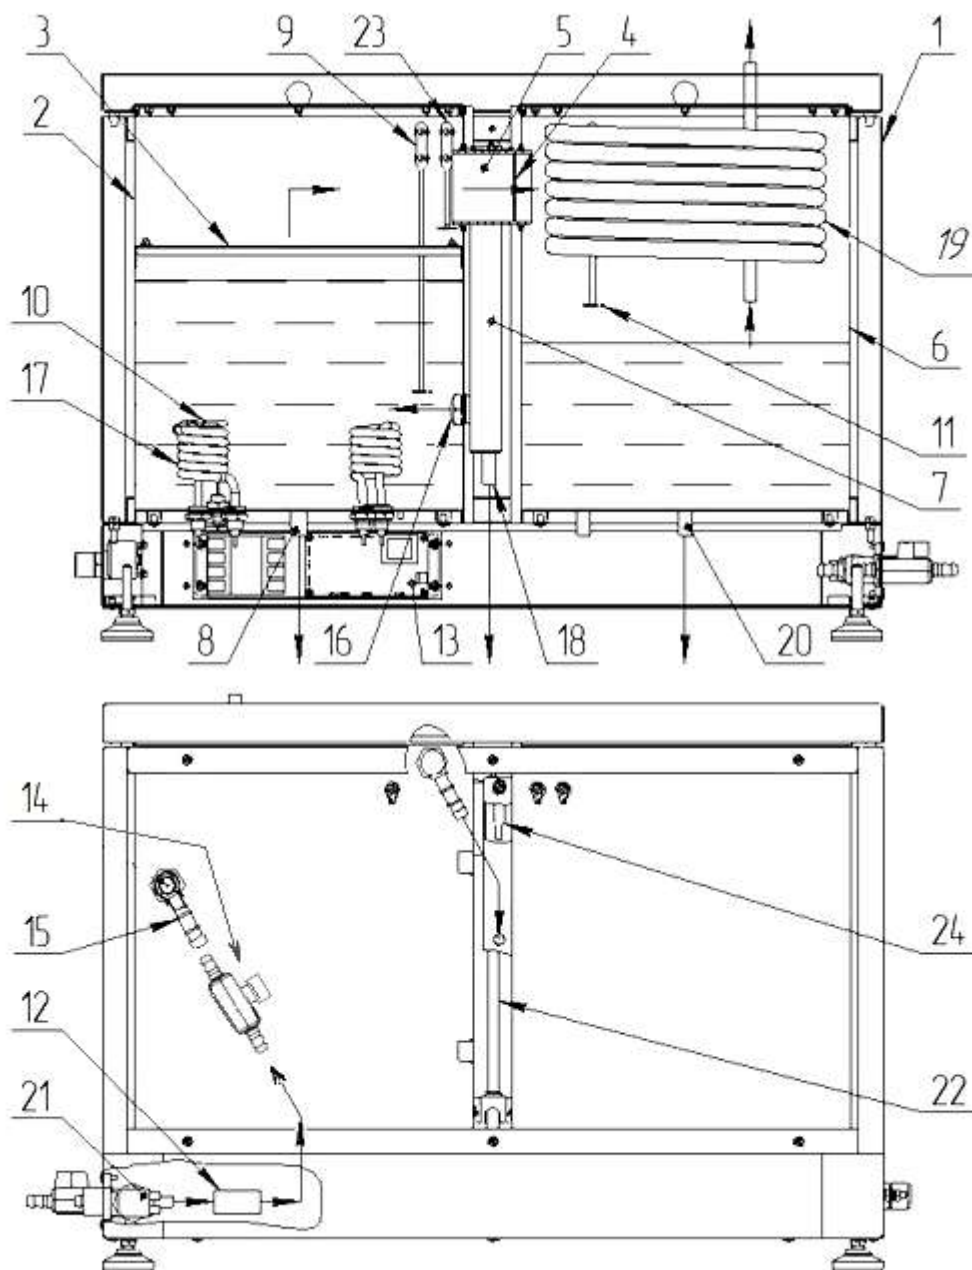
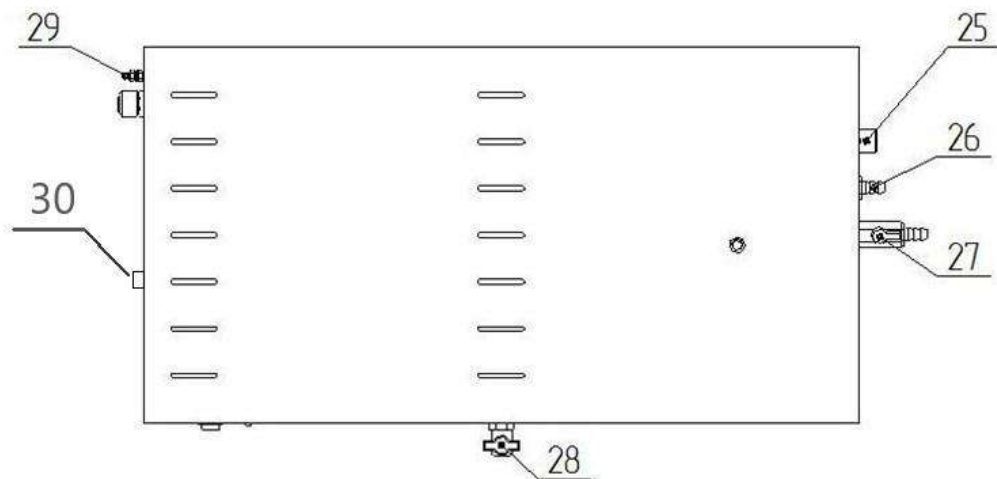

Рисунок 1. Устройство аквадистилляторов электрических Liston A 1104, Liston A 1110, Liston A 1125, где:
Рисунок 2. Схема подключения к штуцерам и клемме заземления аквадистилляторов электрических Liston A 1104, Liston A 1110, Liston A 1125, где:
Компоненты электрической схемы поз.13 (Рисунок 1) расположены в нижней части основания. На переднюю панель основания аквадистиллятора слева направо выведены сигнальные лампы с обозначениями «СЕТЬ», «ПОДАЧА ИСХОДНОЙ ВОДЫ», «ДОСТАТОЧНЫЙ УРОВЕНЬ ВОДЫ В ИСПАРИТЕЛЕ», «НАГРЕВ», «ПОЛНЫЙ НАКОПИТЕЛЬ», «АВАРИЯ».
срабатывание клапана поз.21 подачи исходной воды (Рисунок 1) - загорается сигнальная лампа «ПОДАЧА ИСХОДНОЙ ВОДЫ». Как только уровень воды в испарителе достигнет нижнего датчика контроля уровня в испарителе поз. 9, загорается сигнальная лампа «ДОСТАТОЧНЫЙ УРОВЕНЬ ВОДЫ В ИСПАРИТЕЛЕ», далее автоматика включает нагревательные элементы поз.17, при этом загорается сигнальная лампа «НАГРЕВ».
4.2.1.5. Дистиллированную воду можно получать в непрерывном режиме, не используя Сборник поз.6, отбирая дистиллят через Сливной кран поз.28 (Рисунок 2) на передней панели в другие емкости.
4.2.2.3. При достижении уровнем воды в Испарителе поз.2 (Рисунок 1) Нижнего датчика поз.9 (контакт LOW на Рисунке 3, Рисунке 4), срабатывает магнитный пускатель КМ 1.1 и подключает напряжение к электронагревателям EK.
4.2.2.6. При наполнении сборника дистиллята до Датчика уровня поз.11 (Рисунок 1) (контакт HIGH на Рисунке 3, Рисунке 4), автоматика отключает нагрев воды и перекрывает Входной клапан подачи воды Y1. При сливе дистиллята из накопителя автоматика вновь открывает входной клапан Y1 и включает нагрев воды.
4.2.2.7. При переливе воды в Испарителе поз.2 (Рисунок 1) или Уравнителе поз.7, уровень воды достигает верхнего датчика контроля уровня в Испарителе поз.23 и датчика контроля уровня в Уравнителе поз.24 (контакт ALARM на Рисунке 3, Рисунке 4) автоматика отключает нагреватели EK и входной клапан Y1, при этом загорается красная сигнальная лампа «АВАРИЯ». Для продолжения работы необходимо выключить сетевой выключатель S1 (Сеть), устранить причину перелива и включить повторно тумблер S1 (Сеть).
тра Клапана поз.25 (Рисунок 2) и для удобной регулировки и контроля давления в системе подачи воды.
6.11. Присоединить штуцер ДУ8 (для аквадистиллятора Liston A 1104) с наружной резьбой 1/2", либо ДУ12 (для аквадистилляторов Liston A 1110 и Liston A 1125) с наружной резьбой 1/2" через уплотнительную ленту к Крану поз.28 (Рисунок 2). Подсоединить силиконовую трубку к штуцеру и закрепить пластиковой стяжкой.
6.12. Присоединить штуцер ДУ8 (для аквадистиллятора Liston A 1104) с наружной резьбой 1/2", либо ДУ12 (для аквадистилляторов Liston A 1110 и Liston A 1125) с наружной резьбой 1/2" через уплотнительную ленту к Крану поз.27 (Рисунок 2)
Подключить шланги слива, один к Штуцеру 26- сливу охлаждающей воды (Рисунок 2), второй к Крану-штуцеру поз.27 - сливу отработанной воды из испарителя. Соединения шлангов со штуцерами стянуть хомутами, входящими в комплект поставки.
(ВАЖНО: Шланг слива охлаждающей воды из Штуцера поз.26 (Рисунок 2) должен располагаться под уклоном и на нем не должно быть вертикальных изгибов. Шланг не должен упираться во внутреннюю стенку сливной трубы. При необходимости можно укоротить длину шланга. Перепад высот между штуцером поз.26 и местом подключения к сливу воды должен быть не менее 0,1-0,2 м. Если не выполнить данные требования по установке слива, уровень воды в Испарителе поз.2 (Рисунок 1) и Уравнителе поз.7 может начать повышаться, а при достижении Верхнего датчика контроля уровня поз.23 или Датчика контроля уровня поз.24, автоматика выключит дистиллятор, при этом загорится красная сигнальная лампа «АВАРИЯ».)
6.14. Подключить наливной шланг к Штуцеру поз.25 (Рисунок 2)
6.16. Проверить, что нижний Датчик контроля уровня поз.9 (Рисунок 1) не касается стенок Испарителя поз.2 и Рассекателя потока пара поз.3. В противном случае электронагреватели начнут работать в отсутствие достаточного уровня воды. При этом произойдет аварийное выключение дистиллятора из-за повышения температуры электронагревателей выше 150°C.
6.17. Проверить, что Датчик уровня дистиллята поз.11 (Рисунок 1) не касается стенок Конденсатора поз.6 и Теплообменника поз.19. В противном случае автоматика будет считать что сборник наполнен дистиллятом, автоматика отключит нагрев воды и перекроет входной клапан подачи воды.
6.18. Проверить, что Датчики поз.23 (Рисунок 1) и поз.24 не касаются стенок Испарителя поз.2 и Уравнителя поз.7. В противном случае, автоматика будет считать, что произошел перелив воды и выключит дистиллятор, при этом загорится красная сигнальная лампа «АВАРИЯ».
7.3. Перед первым использованием или после технического обслуживания необходимо проверить, что нижний Датчик контроля уровня поз.9 (Рисунок 1) не касается стенок Испарителя поз.2 и Рассекателя потока пара поз.3. В противном случае электронагреватели начнут работать в отсутствие достаточного уровня воды. При этом произойдет аварийное выключение дистиллятора из-за повышения температуры электронагревателей выше 150°C.
7.4. Перед первым использованием или после технического обслуживания необходимо проверить, что Датчик уровня дистиллята поз.11 (Рисунок 1) не касается стенок Конденсатора поз.6 и Теплообменника поз.19. В противном случае автоматика будет считать, что сборник наполнен дистиллятом, отключит нагрев воды и перекроет входной клапан подачи воды.
7.5. Перед первым использованием или после технического обслуживания необходимо проверить, что Датчики поз.23 и поз.24 (Рисунок 1) не касаются стенок Испарителя поз. 2 и Уравнителя поз.7. В противном случае, автоматика будет считать, что произошел перелив воды - выключит дистиллятор, при этом загорится сигнальная лампа «АВАРИЯ».
7.6. Закрывать кран-штуцер слива воды из Испарителя поз. 27 (Рисунок 2).
7.9. При достижении уровнем воды в испарителе Нижнего датчика контроля уровня в испарителе поз.9 (Рисунок 1), должна загореться сигнальная лампа «ДОСТАТОЧНЫЙ УРОВЕНЬ ВОДЫ В ИСПАРИТЕЛЕ», а через некоторое время должна загореться сигнальная лампа «НАГРЕВ», при этом автоматика должна включить нагревательные элементы.
7.11. Если после выхода на рабочий режим пар выходит из дистиллятора наружу, необходимо отрегулировать расход воды, идущей на охлаждение с помощью Крана ограничения расхода поз.14 (Рисунок 1). Для этого необходимо предварительно снять заднюю стенку дистиллятора, открутив 6 винтов. Оптимальным считается режим, когда температура воды на выходе из Штуцера поз.26 (Рисунок 2) равна 60-80 градусам Цельсия. Температура сливаемой воды, идущей на охлаждение, выше 80 градусов Цельсия означает, что расход ее недостаточный, при этом пар начинает выходить из дистиллятора наружу, а температура получаемой дистиллированной воды повышается.
7.17. Через 30 минут после выключения, слить воду из камеры испарения, открыв для этого Сливной кран поз.27 (Рисунок 2).